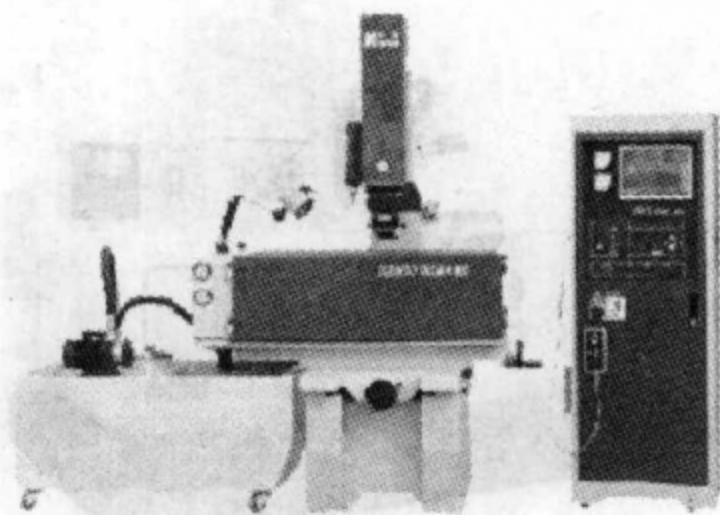

图 1-6 数控电火花成形机床
e. 数控电火花成形机床 数控电火花成形机床（即通常所指的电脉冲机床）是一种特种加工机床，它利用两个不同极性的电极在绝缘液体中产生的电蚀现象，去除材料而完成加工，对于形状复杂的模具及难加工材料的加工有其特殊优势。电火花成形机床如图 1-6 所示。